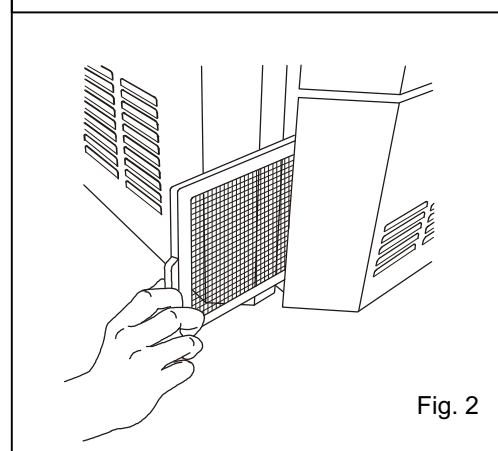

Fig. 2
2. Retirer le filtre. (Fig. 2)
L'alarme fonctionne	<ul style="list-style-type: none"><li>■ La température de la chambre atteint la température limite haute/basse de l'alarme de température. Dans ce cas, vérifier le réglage de la température de la chambre, ainsi que le réglage de la limite haute/basse de l'alarme de température. Lorsque la température de la chambre n'est pas comprise entre la température limite haute et la température limite basse de l'alarme de température, il est nécessaire de refaire le réglage de la température de l'une des de ces 2 données.</li><li>■ Une grosse quantité de produit non refroidis a été stockée dans la chambre en même temps. Dans ce cas, l'alarme s'arrête lorsque la température de la chambre diminue.</li><li>■ Il y a une source de chaleur trop importante dans la chambre. Voir Figure 2 pour les limites de charge de chaleur acceptées dans la chambre.</li></ul>
2. Retirer le cordon de l'interface (Fig.2).